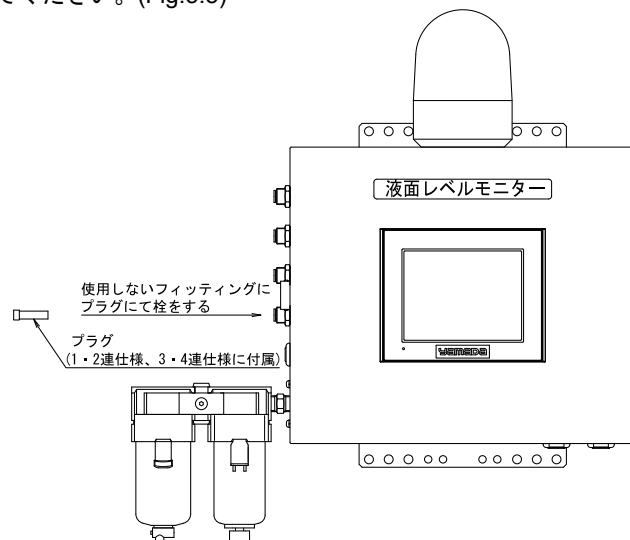

Fig.3.5
- 6) タンクが一台の場合は、1・2 連共通の警報盤を使用しますが、No.2 の「検出口」「出力圧」にはエア配管しないため、プラグ（付属品）を使用して、これらのフィッティングに栓をしてください。タンクが 3 台の場合には、3・4 連共通の警報盤を使用しますが、No.4 の「検出口」「出力圧」にはエア配管しないため、プラグ（付属品）を使用してフィッティングに栓をしてください。(Fig.3.5)